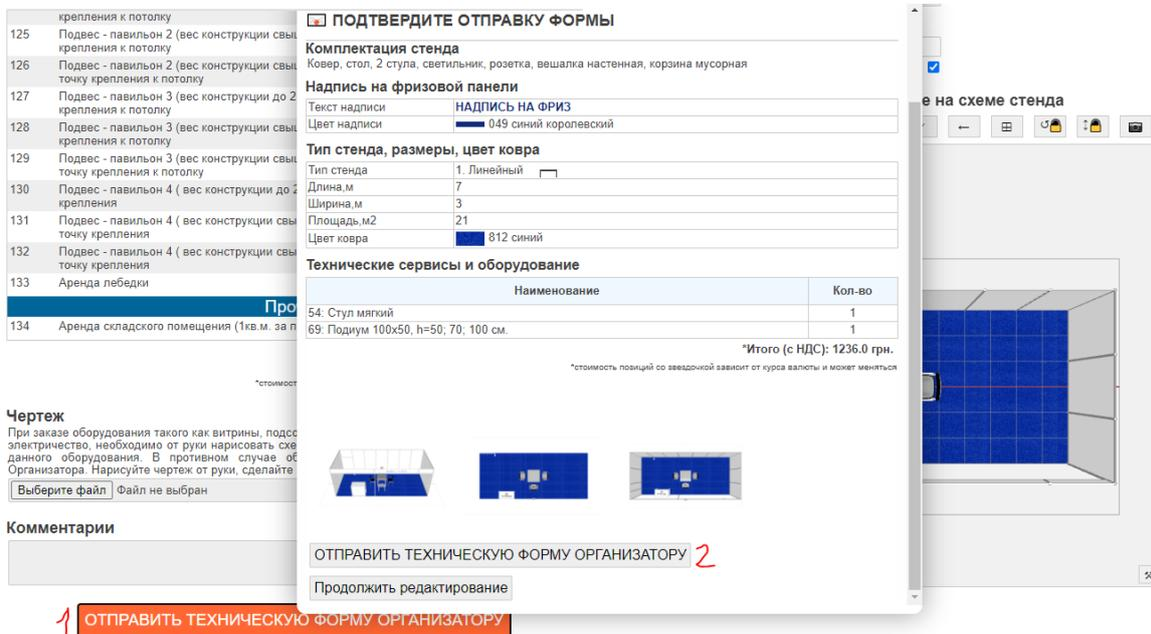

Рис.13
13. После заполнения форм нажмите кнопку «отправить техническую форму организатору» (Рис.13 – 1)- будет создана смета и сформированы проекции чертежа. После этого проверьте смету и либо нажмите кнопку 2 – «отправить техническую форму организатору» либо продолжите редактирование.